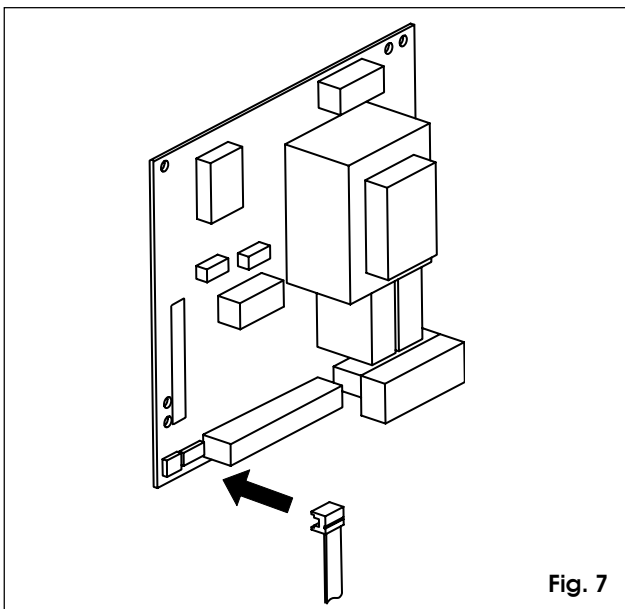

Fig. 7
- 7) Innestare il connettore del cavo nell'apposito connettore previsto sull'apparecchiatura elettronica (fig. 7).
- 7) Fit the cable connector in the appropriate connector on the control board (fig. 7).
- 7) Brancher le connecteur du câble sur le connecteur spécifique prévu sur l'armoire électronique (fig. 7).
- 7) Acople el conector del cable en el correspondiente conector previsto en el equipo electrónico (fig. 7).
- 7) Den Stecker des Kabels in den entsprechenden Stecker, der auf dem elektronischen Gerät vorgesehen ist, einstecken (Abb. 7).